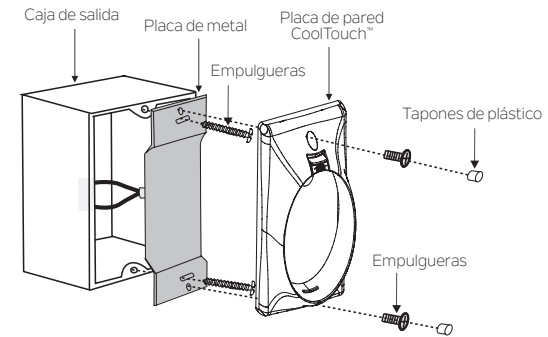

Fig. 26
**Paso 2.** Instale la placa de metal y la placa de pared CoolTouch™ en la caja de salida de pared existente con 4 tornillos provistos. Luego coloque los dos tapones de plástico en la placa de pared. (Fig. 26)